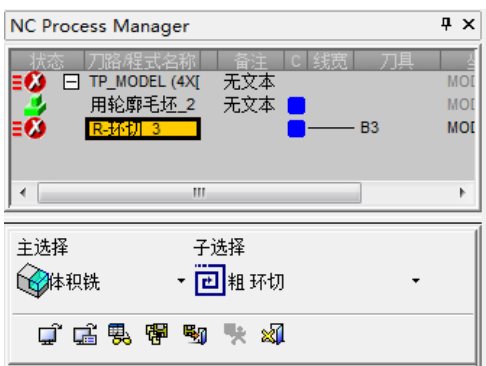

图 4-45 “NC Process Manager”对话框（1）
1) 创建程序。单击“加工向导”工具栏上的“加工程序”按钮，弹出“NC Process Manager”对话框（1），“主选择”为“体积铣”，“子选择”为“粗环切”，如图 4-45 所示。